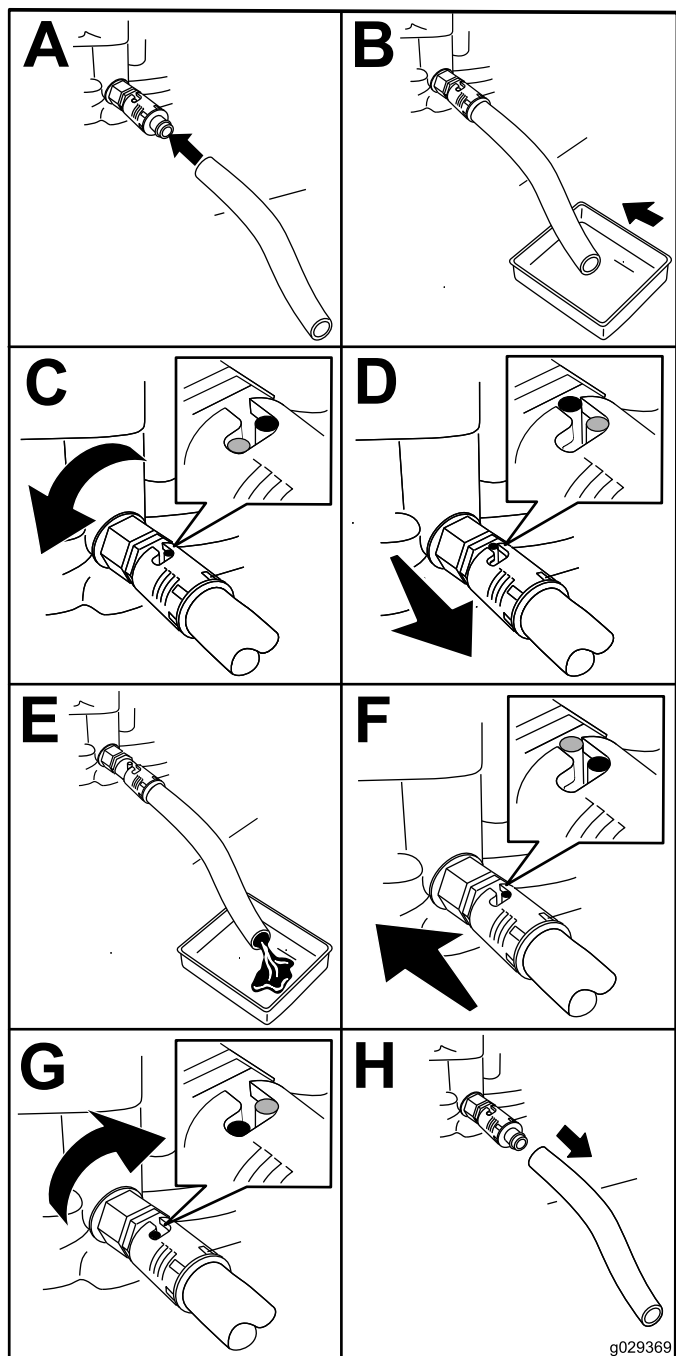

図 29
1. ドレンバルブに、ドレンホースを接続する **図 29**。
2. 容量 1 リットル程度の廃油受けの中にホースの端 **図 29**を入れる。
4. ドレンバルブを右に 1/4 回転させてバルブを閉じる **図 29**。
5. ドレンホース **図 29**を外し、こぼれたオイルをふき取る。
3. ドレンバルブを左に 1/4 回転させ、エンジンオイルが完全に抜けるのを待つ **図 29**。